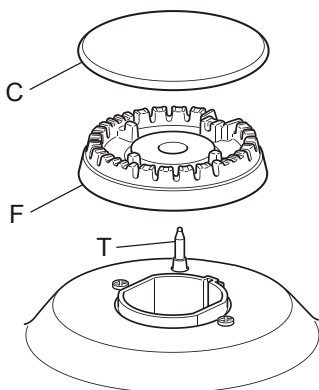

Fig. 5.3
- Verificare che la sonda "T" (fig. 5.3) vicino ad ogni bruciatore sia sempre ben pulita in modo da permettere il regolare funzionamento della valvolatura di sicurezza.
É molto importante verificare il perfetto posizionamento dello spartifiamma "F" e del cappello "C" del bruciatore (vedere figure 5.3 - 5.4) perché un loro spostamento dalla sede può essere causa di gravi anomalie